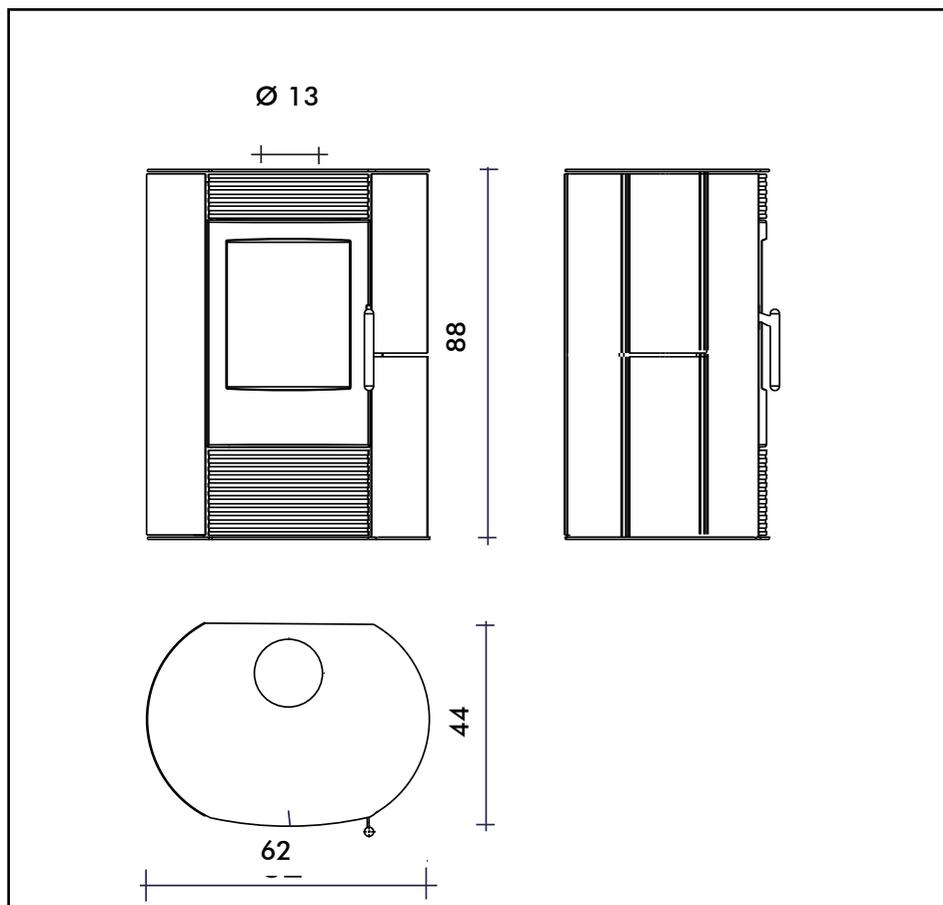

FIG. 4
- **La regolazione dell'aria primaria** si ottiene agendo sulla levetta **A** (Fig. 4), situata sulla sinistra della portina inferiore.
PRIMA ACCENSIONE (Fig.4 - pag.3)
- Aprire la valvola dell'aria comburente posizionando la leva **A in posizione 2 (Fig.4 pag.3)**, aprire la valvola di tiraggio eventualmente inserita nel tubo di collegamento alla canna fumaria (canale da fumo).
- A fuoco troppo intenso si consiglia di chiudere parzialmente la valvola dell'aria comburente posizionando la leva **A in posizione 1 (Fig.4 pag.3)** e di chiudere leggermente la valvola di tiraggio eventualmente installata sul tubo di collegamento alla canna fumaria (canale da fumo).